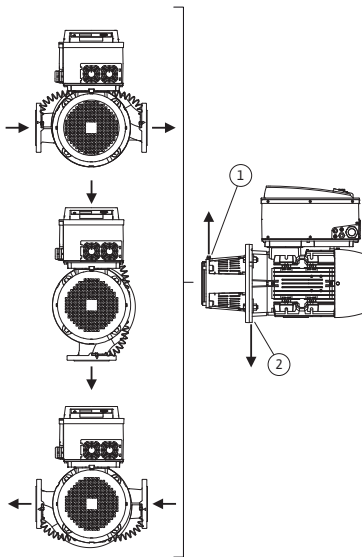
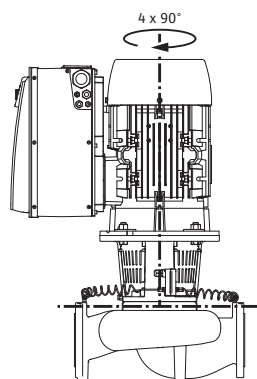

Fig. 18: Poziții de montaj admise la arborele motor dispus orizontal
Fig. 19: Poziții de montaj admise la arborele motor dispus vertical
Pozițiile de montaj admise la arborele motor dispus orizontal și la modulul electronic orientat în sus (0°) sunt reprezentate în Fig. 18. Nu sunt ilustrate pozițiile de montaj admise la modulul electronic montat în lateral (+/- 90°). Este permisă orice poziție de montaj cu excepția celei în care „modulul electronic este orientat în jos” (- 180°). Dezaerarea pompei este garantată numai atunci când supapa de dezaerare este orientată în sus (Fig. 18, poz. 1). Numai în această poziție (0°), condensul rezultat poate fi evacuat orientat, prin orificiul existent, printr-o piesă intermediară a pompei, precum și prin motor (Fig. 18, poz. 2). Pentru aceasta se scot dopurile de la flanșa motorului.
Pozițiile de montaj admise la arborele motor dispus orizontal sunt reprezentate în fig. 19. Sunt permise toate pozițiile de montare cu excepția „motorul în jos”.
- Supapa de dezaerare de pe piesa intermediară (Fig. 6, poz. 1.31) trebuie orientată întotdeauna în sus, la arborele motor dispus orizontal (Fig. 6b:). La arborele motor dispus vertical este admisă orice orientare. Vezi și Fig. 18: „Poziții de montaj admise la arborele motor dispus orizontal” la pagina 18 resp. Fig. 19: „Poziții de montaj admise la arborele motor dispus vertical” la pagina 19.